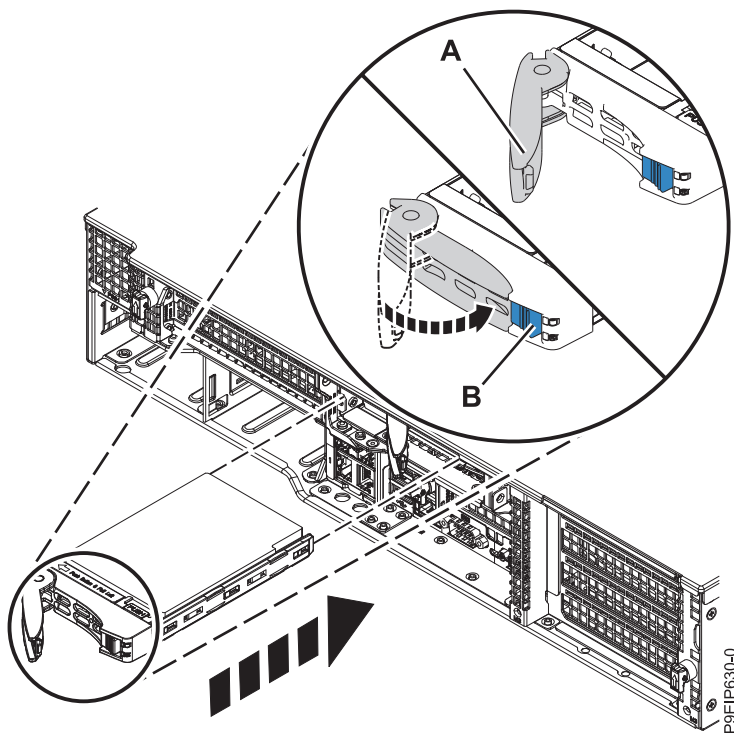

Figura 19. Detalhe da trava da unidade de disco
7. Trave a alça do compartimento de unidade **(A)** empurrando a liberação da alça até que ela trave em **(B)** conforme mostrado na Figura 19 na página 20.